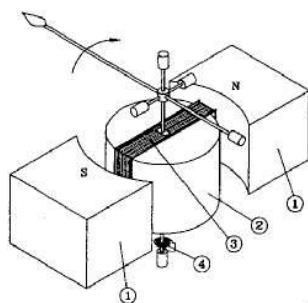

Figura 1
En la Figura 1 se puede ver la estructura interna de un instrumento de bobina móvil, que está formado por una pieza polar (1) (imán permanente) , cilindro de acero (2) con bajo porcentaje de carbono, un bobinado de Cu (3), un cuadro de aluminio y los resortes recuperadores (4).-